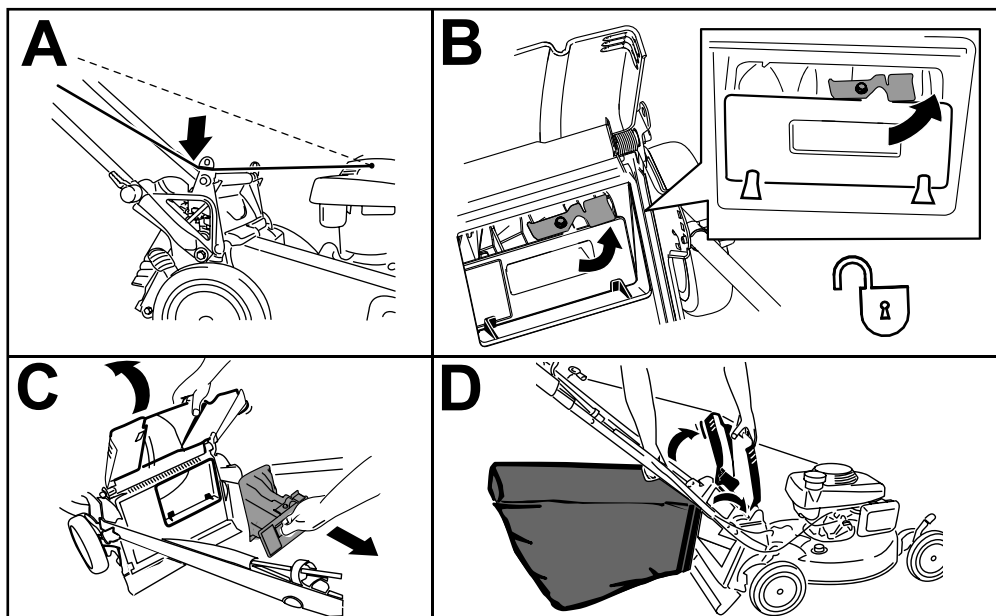

Figure 22
1. Faites passer le câble du lanceur autour du guide inférieur (A de Figure 22).
2. Relevez et bloquez le déflecteur arrière en position, puis enlevez l'obturateur arrière (B de Figure 22).
3. Retirez l'obturateur arrière (C de Figure 22).
4. Accrochez les ergots du bord supérieur avant du bac sur les crans des supports du guidon (D de Figure 22).